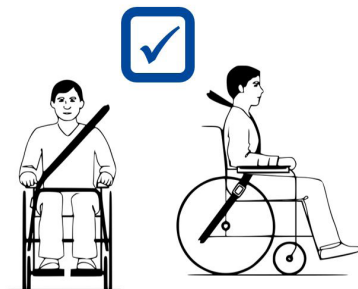

Figura 4
8. Asegurarse de que los cinturones de retención del hombro se ajusten sobre los hombros, véase figura 4